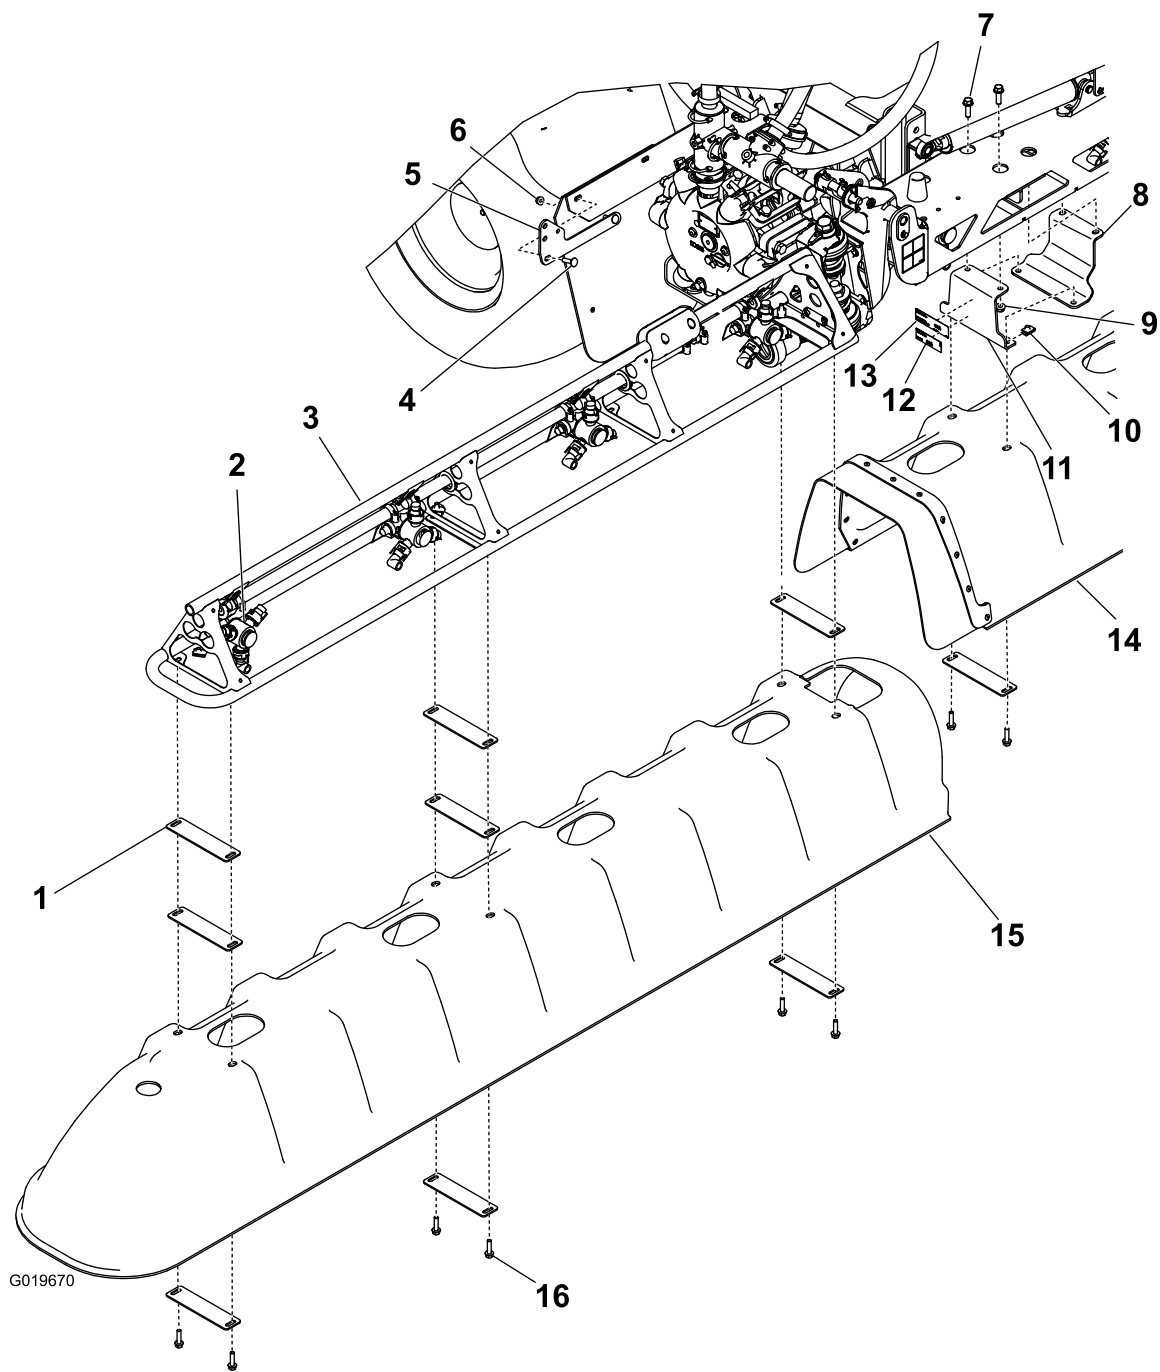

图1
1. 将型号/序列号标贴和合规标贴贴在其中一个中央喷洒臂支架上，如 图1 所示。
2. 如 图1 所示，用 2 个六角头螺丝（3/8 x 1-1/4 英寸）和 2 个凸缘螺母（3/8 英寸）将 2 个中央支架及喷洒臂安装板逐个固定到中央喷洒臂上。
3. 如 图1 所示，用 4 个 U 形螺母，2 个垫片和 4 个六角头螺丝（5/16 x 1-1/4 英寸）将中央护罩组件安装在中央喷洒臂支架上。
2. 用 8 个垫片、6 个六角头螺丝（5/16 x 1-1/4 英寸）和 6 个 U 形螺母安装其中一个侧翼喷洒臂护罩（图1）。
1. 如 图1 所示，用 2 个车身螺丝和 2 个凸缘螺母将排水阀安装支架安装在打药车上。
2. 从当前位置拆下排水阀，用现有的保险销和系索将其固定在安装支架（图1）上。